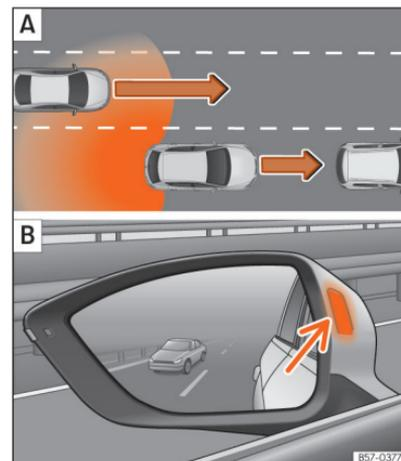
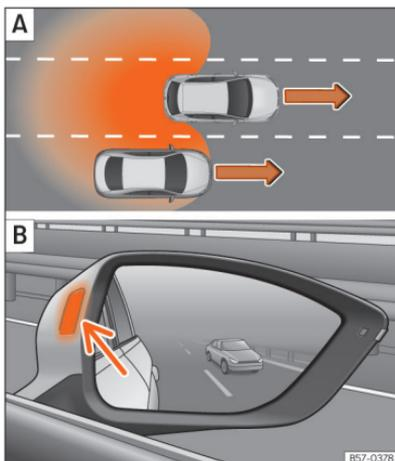

Abb. 153 Schematische Darstellung: **A** Überholen mit Verkehr im hinteren Bereich. **B** Anzeige des Spurwechselassistenten links.
Abb. 154 Schematische Darstellung:
- Bei einer Überholung durch ein anderes Fahrzeug >>> **(Abb. 153)** **A**.
- Bei Überholung eines anderen Fahrzeugs >>> **(Abb. 154)** **A** mit einer Geschwindigkeitsdifferenz von ca. 10 km/h (6 mph). Erfolgt die Überholung wesentlich schneller, erfolgt keine Anzeige.
In folgenden Situationen wird die Anzeige in der Kontrollleuchte >>> **(Abb. 153)** **B** (Pfeil) oder >>> **(Abb. 154)** **B** (Pfeil) dargestellt: